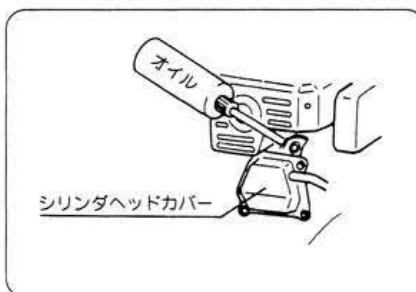

図55
- ② 点火プラグを外して、シリンダ内にエンジンオイルを2～3cc注入し、クランク軸を数回まわして点火プラグを取付け圧縮のあるところで止めてから、保管してください。(図55)
- ③ 外面は油のしみた布で清掃してください。
(5) 格納